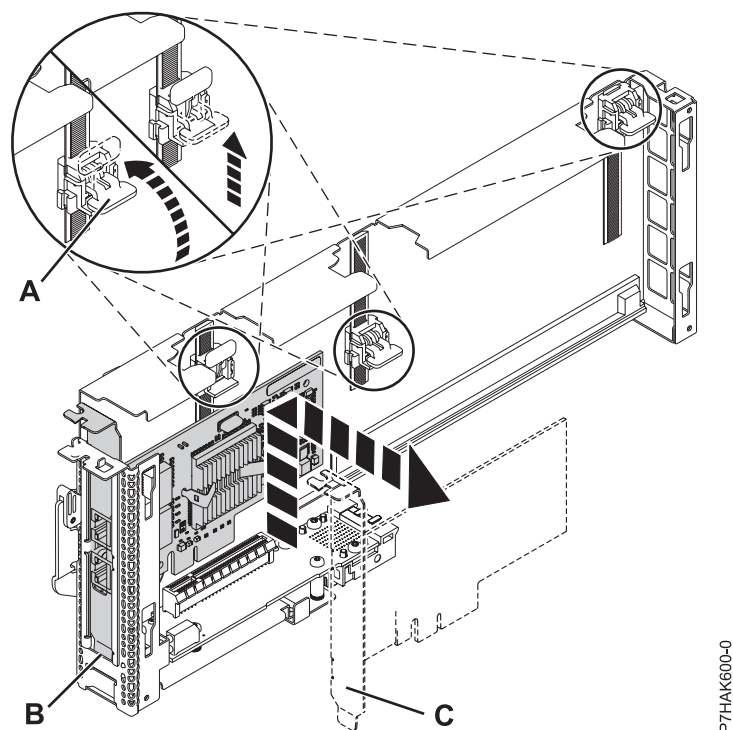

Figure 27. Retrait de la carte de la cassette de cartes PCI
- a. Déverrouillez les crochets de retenue de la carte en faisant tourner les pattes de retenue (A) pour les mettre en position horizontale. Voir figure 27, à la page 39.